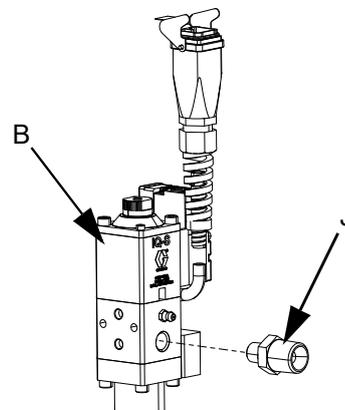

FIG. 26
- 8. Ligue o encaixe rotativo da válvula (J) à válvula de distribuição (B) conforme indicado na FIG. 26.